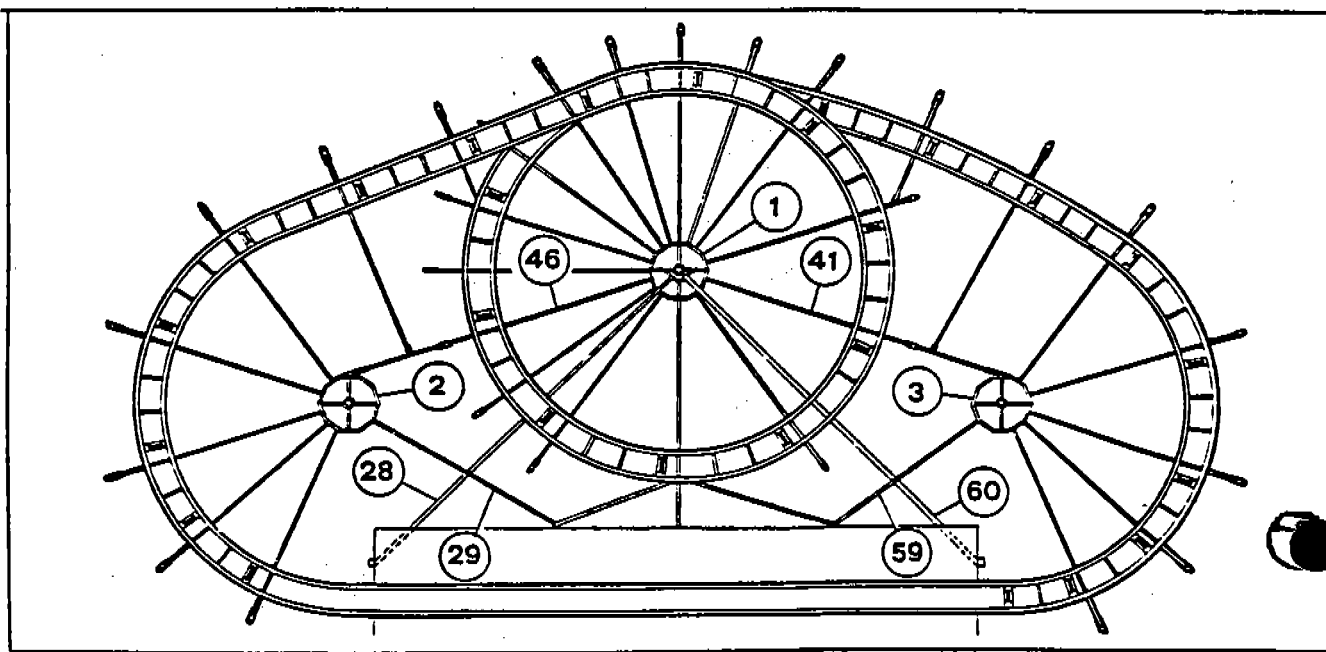
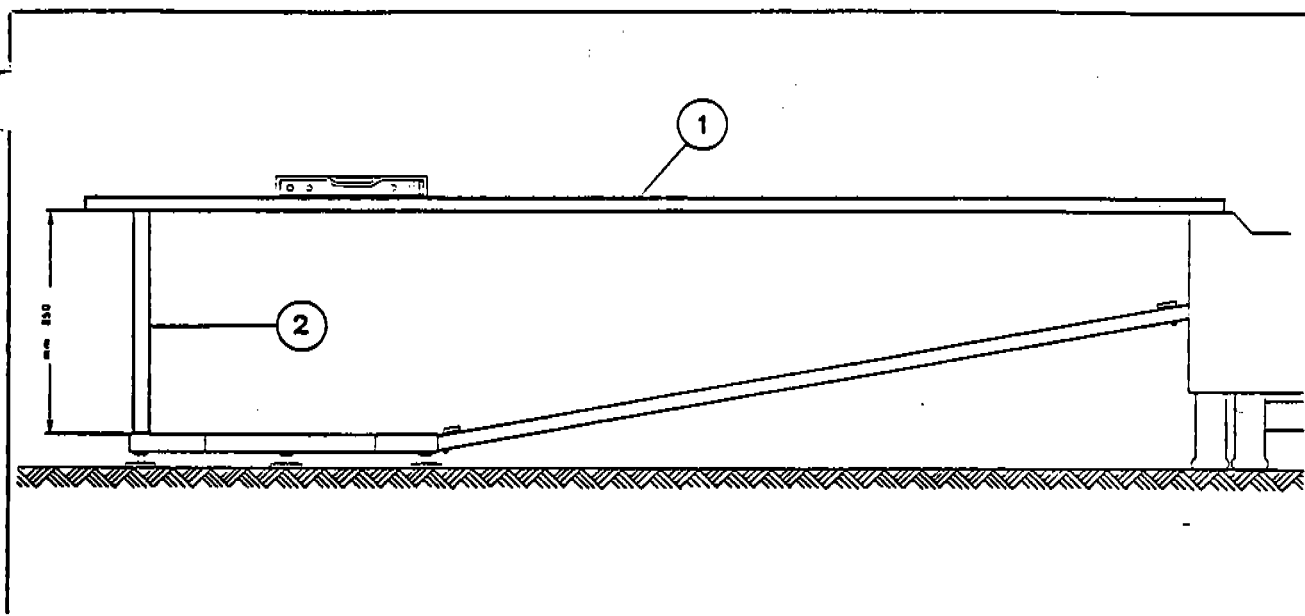

Fig. 18
Fig. 19
- a) Posizionare il centro (1-Fig. 18) servendosi dei tiranti (28-60-Fig. 18), rispettando i contrassegni alle estremità.
b) Level the center (Fig. 18-1) with the bars (Fig. 19, 1 and 2) or in case of flat ground, just position it at the right height.
c) Position the other two center pieces (Fig. 18, 2 and 3) with the rods (Fig. 18  $\neq$  29, 46, 41 and 59).
d) Check the leveling, positioning the level on the rods (Fig. 18  $\neq$  41 and 46).
e) Layout all rods (Fig. 18) securing them with pins and safety clips (be sure number and marks match).
b) Livellare il centro (1-Fig. 18) con tirante (1-Fig. 19) e distanziale (2-Fig. 19) in dotazione. Oppure senza distanziale, rispettando però la quota indicata mm. 950.
c) Posizionare i centri (2-3-Fig. 18) e collegarli tra di loro con i tiranti (29-46-41-59-Fig. 18).
d) Controllare il livellamento tra i centri, posizionando la bolla sui tiranti (46-41-Fig. 18). Se necessario, agire sui piedini regolabili.
e) Posizionare tutti i tiranti di base (Fig. 18), inserendo le relative spine e copiglie. Fare attenzione che i contrassegni riportati sul centro e sull'estremità tirante corrispondano. Controllare il livellamento con bolla. Se necessario agire sui piedini regolabili.